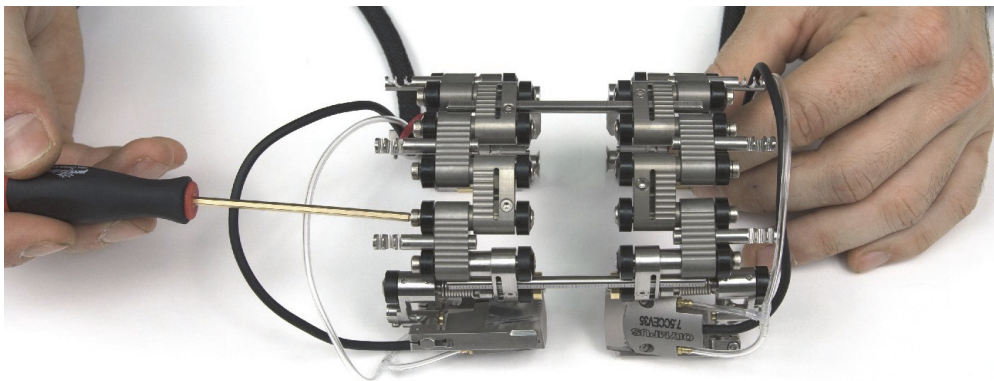

Рис. 2-19 Ослабление винтов звеньев
2. Ослабьте на один оборот осевые винты ответных звеньев и, если необходимо, дуговых и средних звеньев (см. Рис. 2-19 на стр. 37).